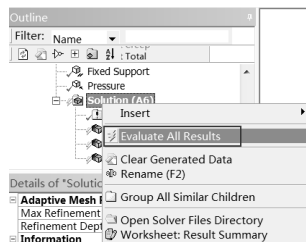

图 5-29 快捷菜单
Step5：在 Outline（分析树）中的 Solution（A6）选项上右击，在弹出的快捷菜单中选择 Evaluate All Results 命令，如图 5-29 所示，此时会弹出进度显示条，表示正在求解，当求解完成后进度条自动消失。